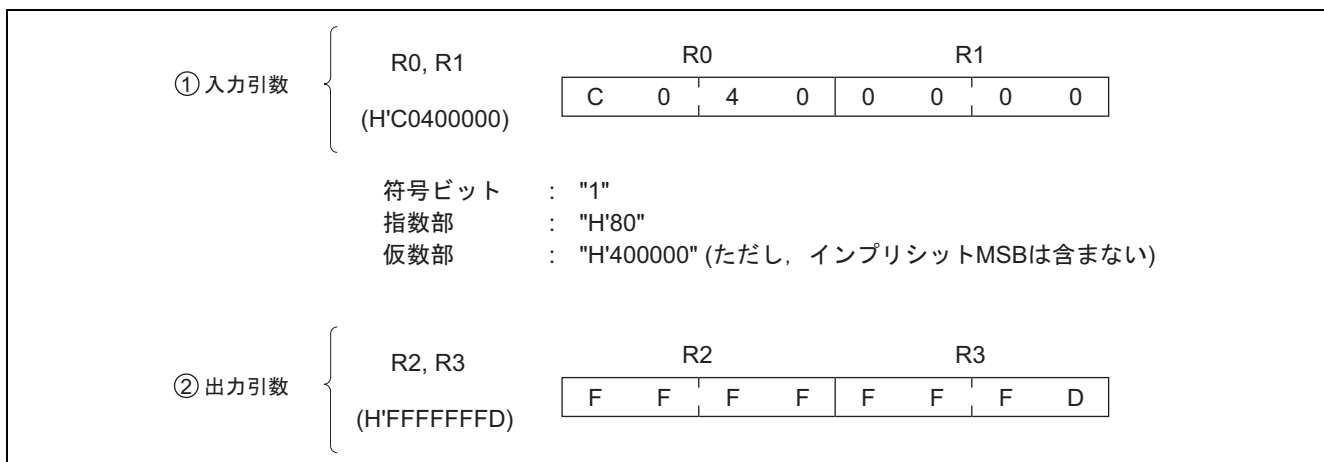

図 1 ソフトウェア FKTR の実行例
仕様のクロックサイクル数は、図 1 の実行例を行った時の値です。
2. 図 1 にソフトウェア FKTR の実行例を示します。